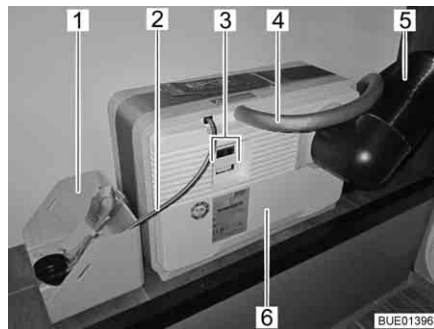
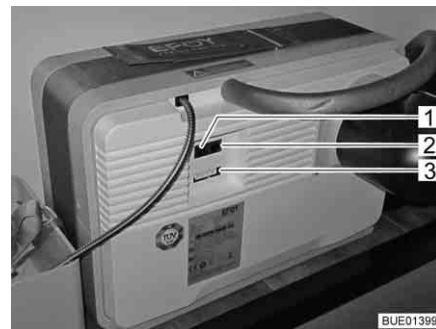

Fig. 168 Pila de combustión con cartucho de metanol
Fig. 169 Campo de conexiones de la pila de combustión
La pila de combustión se compone de varios componentes que están instalados en el compartimento de almacenamiento trasero (Fig. 168), así como de una unidad de mando (Fig. 170) en el habitáculo.
En la pila de combustión (Fig. 168,6) se encuentran:
- la conexión para la manguera de aire de escape (Fig. 168,4) o la abertura de llenado para el Service Fluid (fluido de servicio)
- el tubo de calor de escape (Fig. 168,5)
- las conexiones eléctricas (Fig. 168,3) con interfaz de datos (Fig. 169,2), conexión del aparato (Fig. 169,3) y conexión para el panel de mando (Fig. 169,1)
A la pila de combustión pertenece un cartucho de metanol que está conectado a la pila de combustión (Fig. 168,6) a través de la conexión para el reabastecimiento (Fig. 168,2).
El cartucho de metanol está amarrado en el portador de cartucho de metanol (Fig. 168,1).